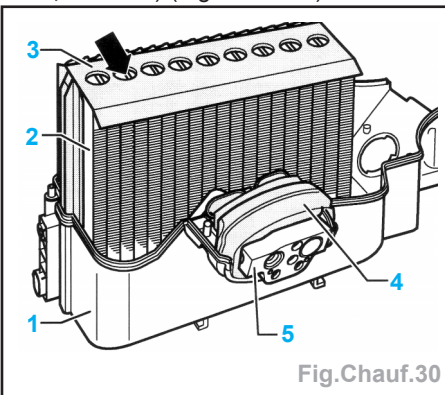

Fig.Chauf.30
- Visser la vanne d'expansion (5) (serrage à 0,5 daN.m) (Fig.Chauf.30).